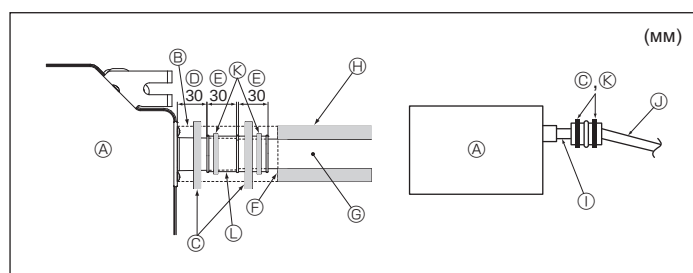

Fig. 6-2
- Під'єднайте дренажне гніздо (поставляється в комплекті з блоком) до дренажного отвору. (Fig. 6-2)